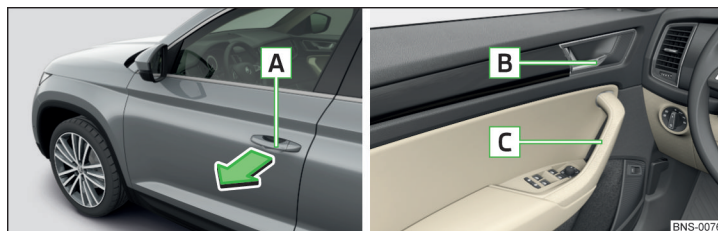

Fig. 53 Poignée de la portière / manette d'ouverture des portières
- Pour **ouvrir de l'extérieur**, déverrouillez le véhicule et tirez sur la poignée **A** dans le sens de la flèche » fig. 53.